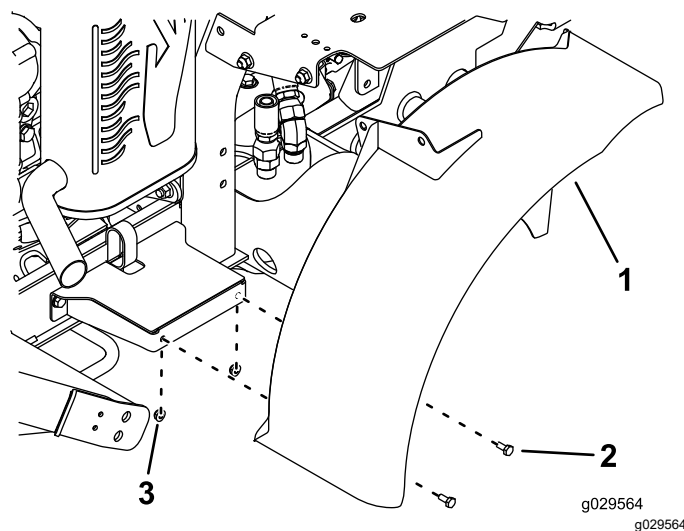

Figura 22
14. Montate, senza fissarlo saldamente, il lato del parafango destro sul relativo supporto con 2 bulloni (1/4" x 5/8") e 2 dadi (1/4"), come illustrato nella Figura 22.
15. Montate, senza serrarla, la staffa della parte superiore del parafango sulla staffa del serbatoio del carburante con 2 bulloni (3/8 x 3/4 poll.) e 2 dadi (3/8 poll.), come illustrato nella Figura 22.